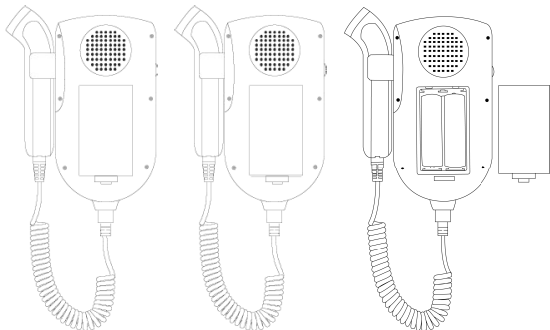

Fig. 4-2 Sustitución de la batería
1. El panel posterior está hacia arriba. Primero abra el compartimiento de la batería y, a continuación, extraiga la batería de su compartimiento (ver Fig.4-2).